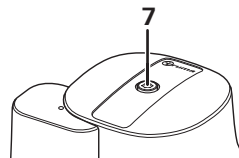
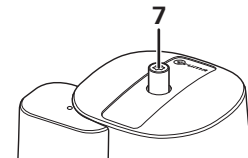

Bild 2a
Bild 2b
Crashsensorn har en återställningsknapp vars läge informerar om sensorns status: Läge "driftberedd" (bild 2a) eller läge "ej driftberedd" (bild 2b).
För återställning trycker du kraftigt på den gula återställningsknappen (7), vrider den lätt medurs och håller den intryckt i 10 sekunder. Förvissa dig om att den blir kvar i läget "driftberedd" (bild 2a).
- Tryck in crashsensorns (9) utlösningselement så långt att den gula återställningsknappen (7) hoppar upp och crashsensorn är i läge "ej driftberedd" (bild 2b).
- Skruva av skruvkåpan (10) på provningsanslutningen och anslut provningspumpen med testslang till provningsanslutningen.
- Tryck på den gula återställningsknappen (7), vrid den lätt medurs och håll den intryckt i 10 sekunder. Förvissa dig om att den blir kvar i läget "driftberedd" (bild 2a).
- Återmontera alltid skruvkåpan (10) efter att du tagit loss den.